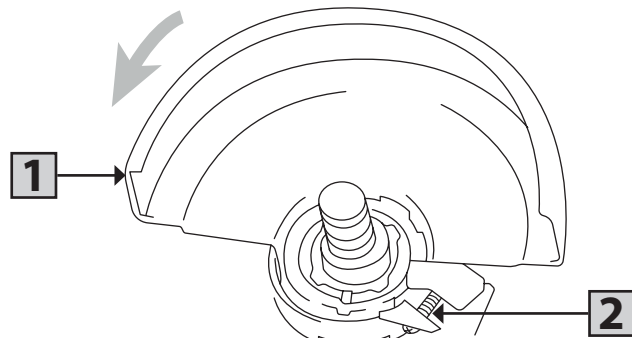

Рисунок 2.2.1.2.
- Снимите наружный прижимной фланец «1» (рисунок 2.2.1.3.).